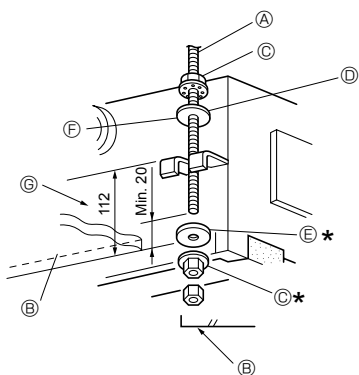
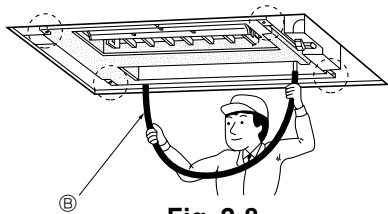

Fig. 2-7
Fig. 2-8
1. In primo luogo, infilare le rondelle ① ② (fornite con l'unità) e i loro dadi (di fornitura locale) sul bullone di sospensione. (Fig. 2-7)
- \* Seguire la seguente sequenza (dall'alto): dado, rondella isolata ②, rondella senza isolamento ①, i due dadi.
- \* Mettere la rondella isolata ② con l'isolamento rivolto verso il basso, come indicato nella figura.
2. Sollevare l'unità sul punto di installazione, facendo attenzione che resti allineata correttamente al bullone di sospensione. Far passare la staffa fra le rondelle ① ②, che sono già installate, e fissarla. Fare la stessa cosa per tutti i quattro punti.
- ④ Rondella ② (con isolamento) della staffa
- ⑤ Rondella ①
- ⑥ (Installare con l'isolamento rivolto verso il basso)
- ⑦ Distanza rispetto alla faccia superiore della staffa
4. Controllare che i quattro angoli siano tutti a livello, utilizzando una livella a spirito o un tubo di plastica trasparente contenente acqua. (Fig. 2-8)